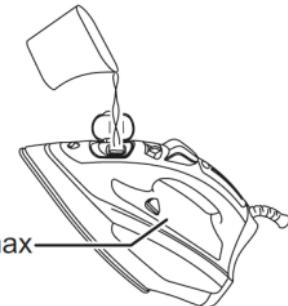

Рис. 2
- Откройте крышку заливочного отверстия (2).
- Используя мерный стаканчик (13), залейте воду в резервуар, закройте крышку (2) (рис. 2).